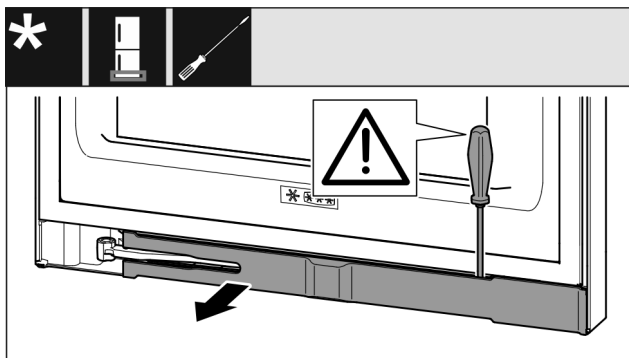

Fig. 13
- ▶ Disinnestare la maschera con un cacciavite a intaglio e ruotarla lateralmente. (vedere Fig. 13)